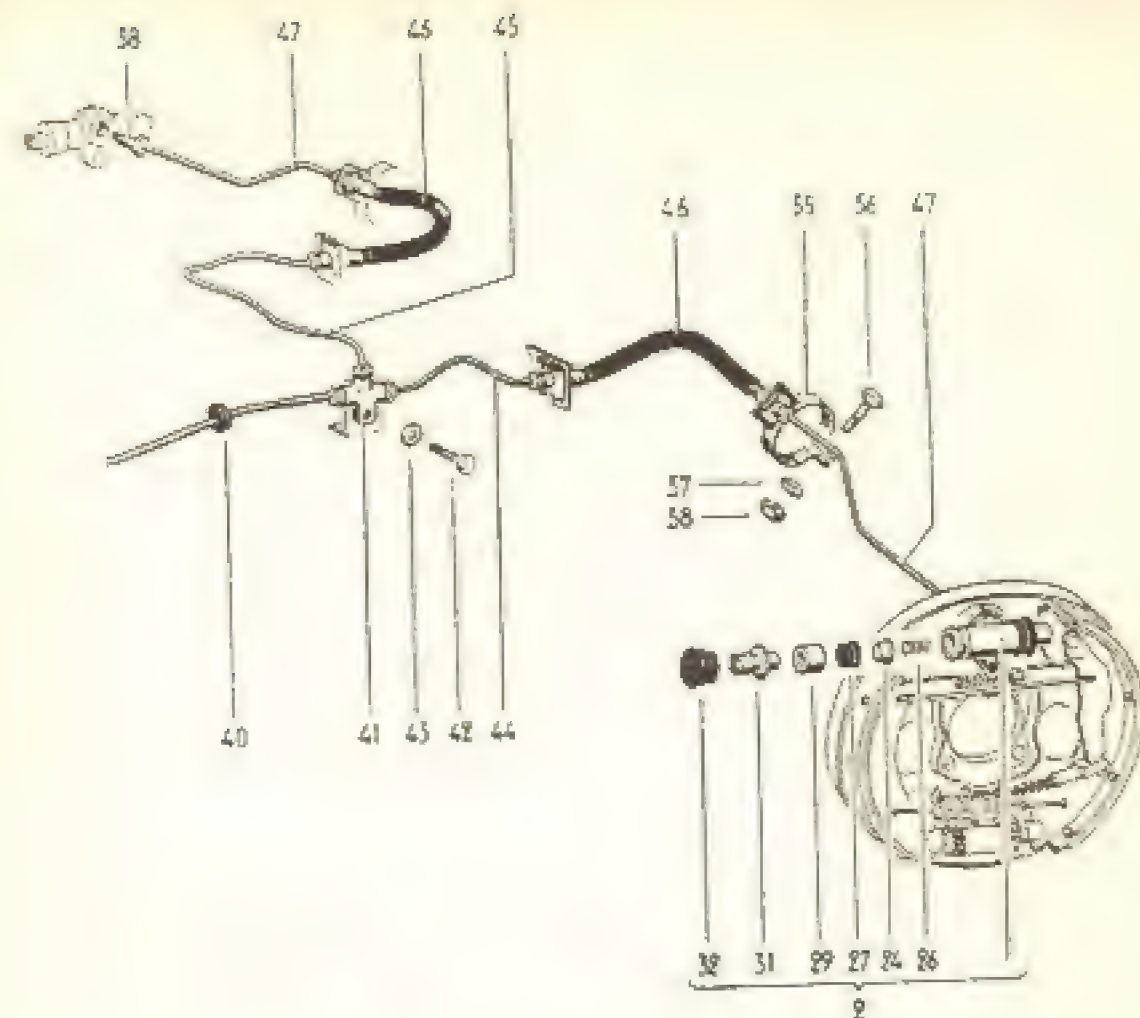

Fig. 2-R — Parte traseira do sistema de freios do sedan e do Karmann Ghia
9) — Eixo engripado (direção dos utilitários). Lubrificam-se as graxeiras do eixo e se o defeito persistir, substitui-se o mesmo ou suas buchas. Para se verificar se é essa mesma a causa desligam-se as ponteiras que se prendem a essa alavanca, em número de três (fig. 2-P) e verifica-se se a alavanca se move livremente ou não.